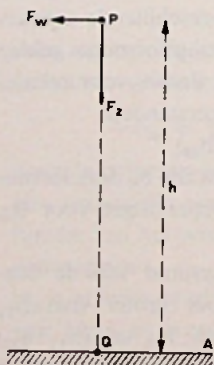

Fig. 1
1. Vanuit een punt P, dat zich op een hoogte h van 80 m boven het aardoppervlak A bevindt (zie fig. 1), laat men een steen vallen, waarvan de massa 2 kg is.